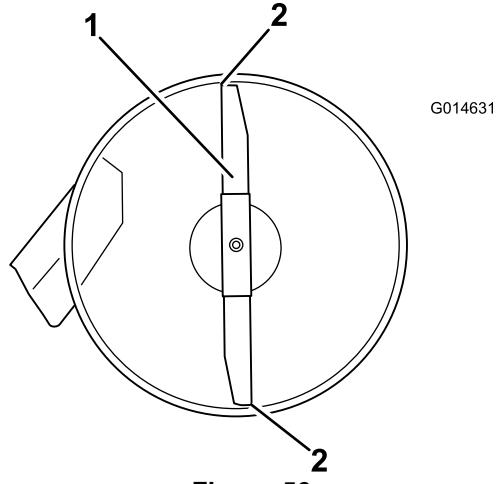
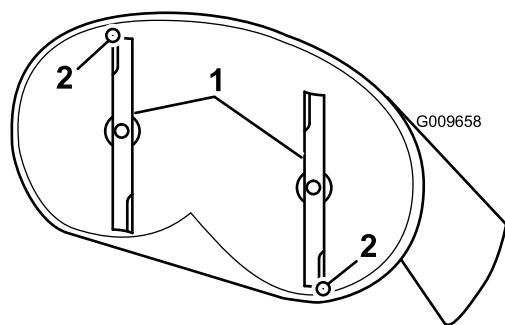

Figura 56
Figura 57
- Gire cuidadosamente las cuchillas colocándolas en el sentido de avance de la máquina (Figura 56 y Figura 57).
- Mida entre la punta de la cuchilla delantera y la superficie plana y entre la punta de la cuchilla trasera y la superficie plana (Figura 56).
- Después de realizar el ajuste, compruebe de nuevo la inclinación longitudinal, y siga ajustando la tuerca hasta que la punta de la cuchilla delantera esté entre 1,6 y 7,9 mm (1/16 a 5/16 pulgada) más baja que la punta de la cuchilla trasera (Figura 56).